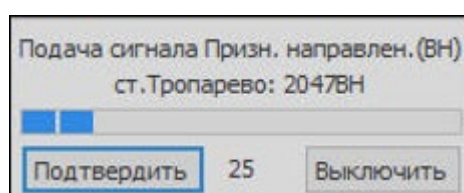

Рис. 3.26 Окно подтверждения действия команды ВН
2. Появится окно подтверждения посылки команды (Рис. 3.26).